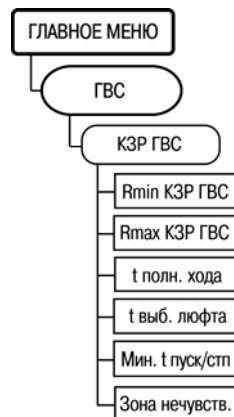

Рисунок 7.21
7.12.14 Для задания параметров КЗР теплообменника ГВС служит пункт меню //ГВС/КЗР ГВС (рисунок 7.21).